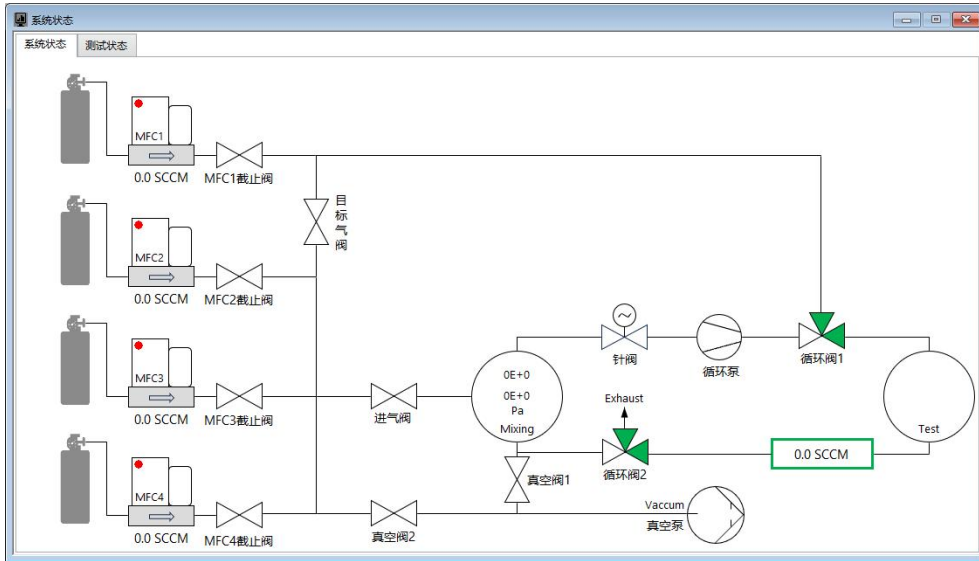

图 18
3.2 开始测试后，软件将跳转到图 18 所示“系统状态”界面。该界面展示了测试过程中的状态信息。